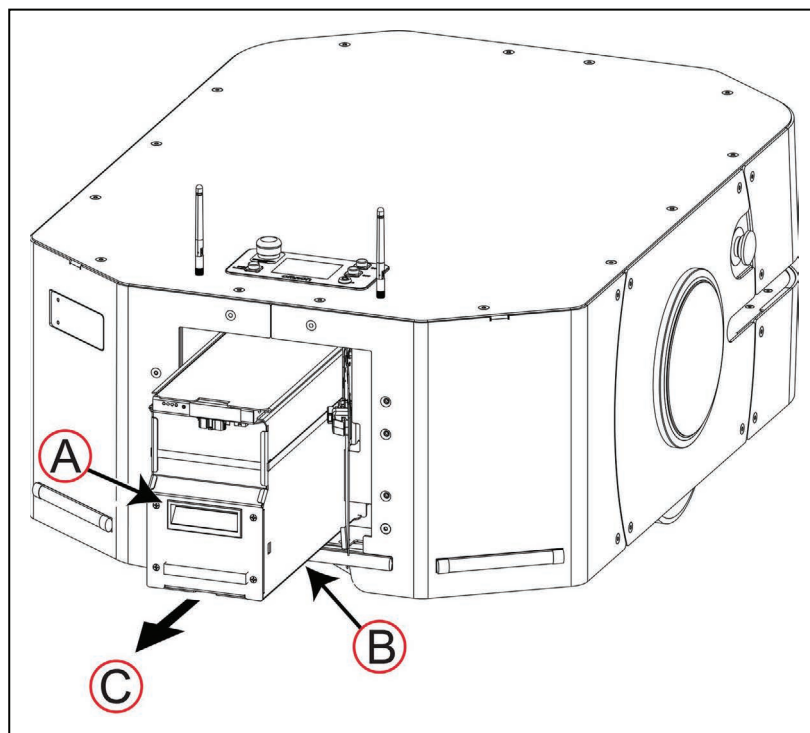

图8-9 拉出LD-250电池
5. 仅使用图8-9中所示的把手（A）将电池滑出LD-250。